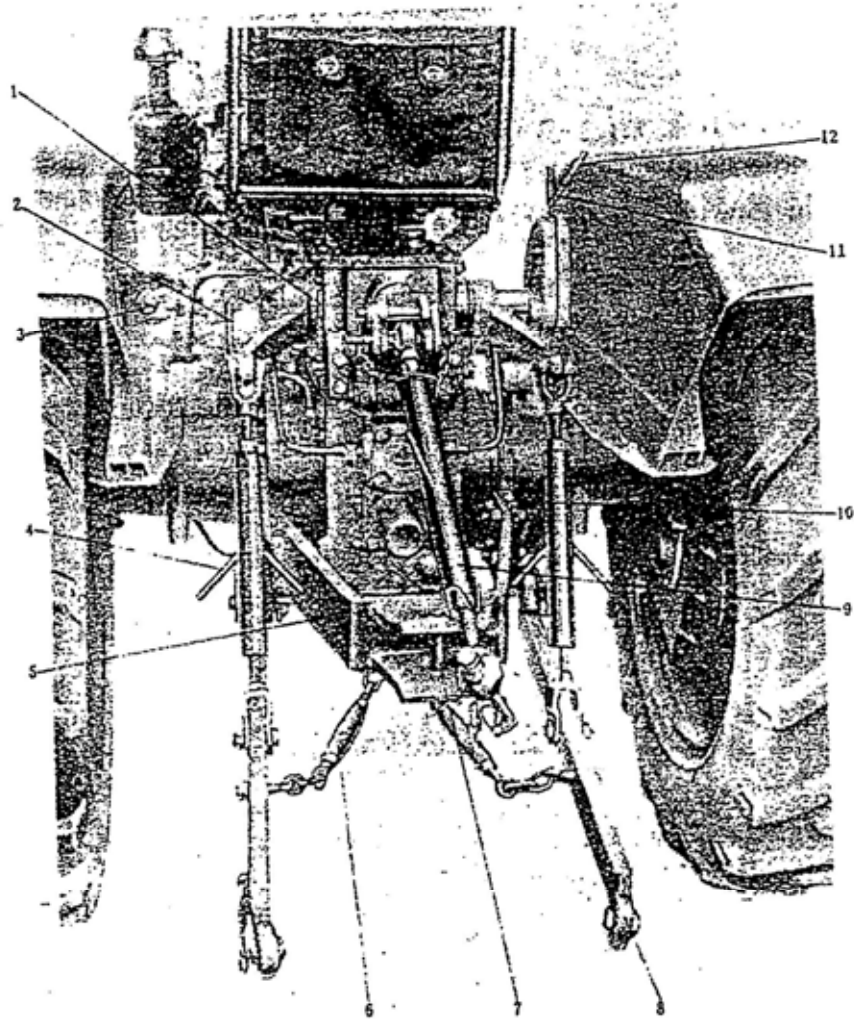

Рис. 2-6
19) Рычаг переключения скоростей ВОМ 2 (рис. 2-6).
20) Рукоятка механизма блокировки зацепа 1 (рис. 2-6).
21) Рычаги управления тягой и положением 15, 14 (рис. 2-6).
22) Электрический соединитель 3 (рис. 2-6).